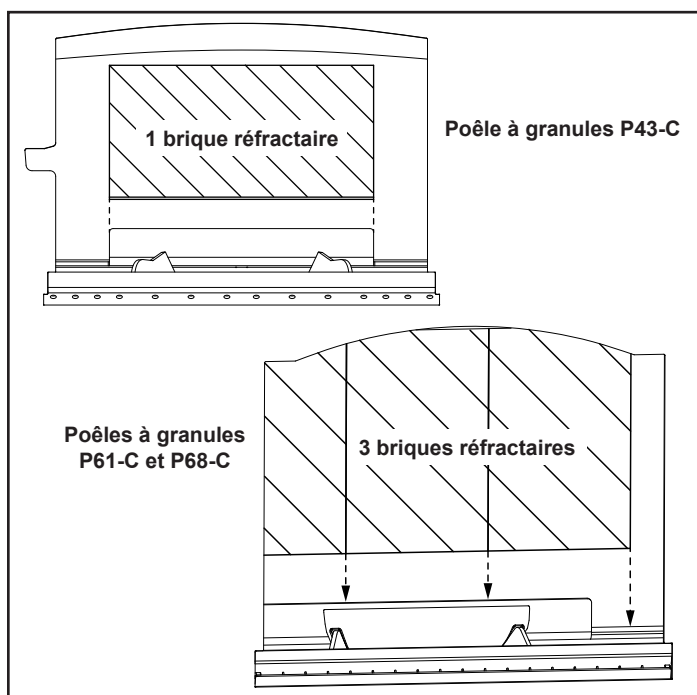

Figure 5.2
Le poêle à granules P43-C comporte une (1) brique réfractaire à installer de manière horizontale sur le support en angle au-dessus du pot de combustion. Le P61-C et le P68-C ont trois (3) briques réfractaires à installer de manière verticale sur le support en angle. Figure 5.2.